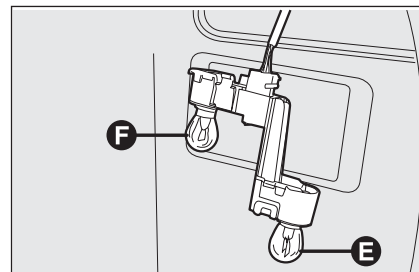

fig. 36
- ☐ quite y sustituya la lámpara que se desea cambiar, empujándola ligeramente y girándola hacia la izquierda **fig. 36**;